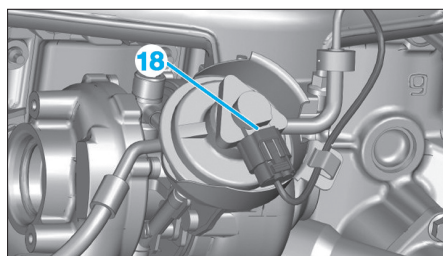

Fig. 49
- Déconnecter le connecteur (18) (Fig.49).